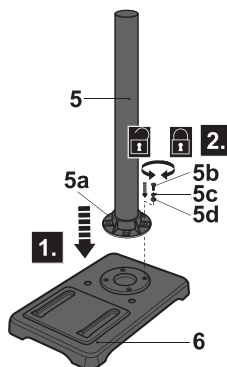

Fig. 1
- > Coloque la base (6) en una superficie firme y nivelada.
- > Alinee los orificios de montaje de la base (6) con los del soporte (5a) y monte la columna (5) en la base utilizando una llave adecuada para asegurar la conexión con pernos (5b), arandelas de presión (5c) y arandelas (5d) (fig. 1). No apriete en exceso los pernos. Mantenga las superficies de montaje alineadas pero no las apriete en exceso.